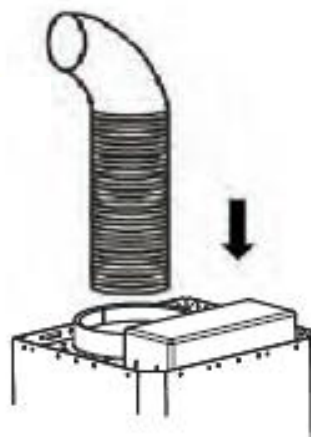

Fig. 3
6. Monte la manguera de aire de salida en la conexión de aire de salida (Fig. 3). La manguera de aire de salida está incluida en el volumen de suministro.